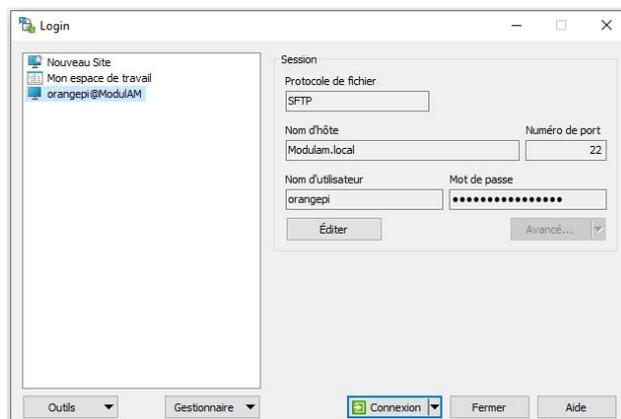

Figure VI.23
- Dans la fenêtre d'invitation, se connecter au **ModulAM** avec l'identifiant et le mot de passe de l'Orangepi (figure VI.23 ci-contre).